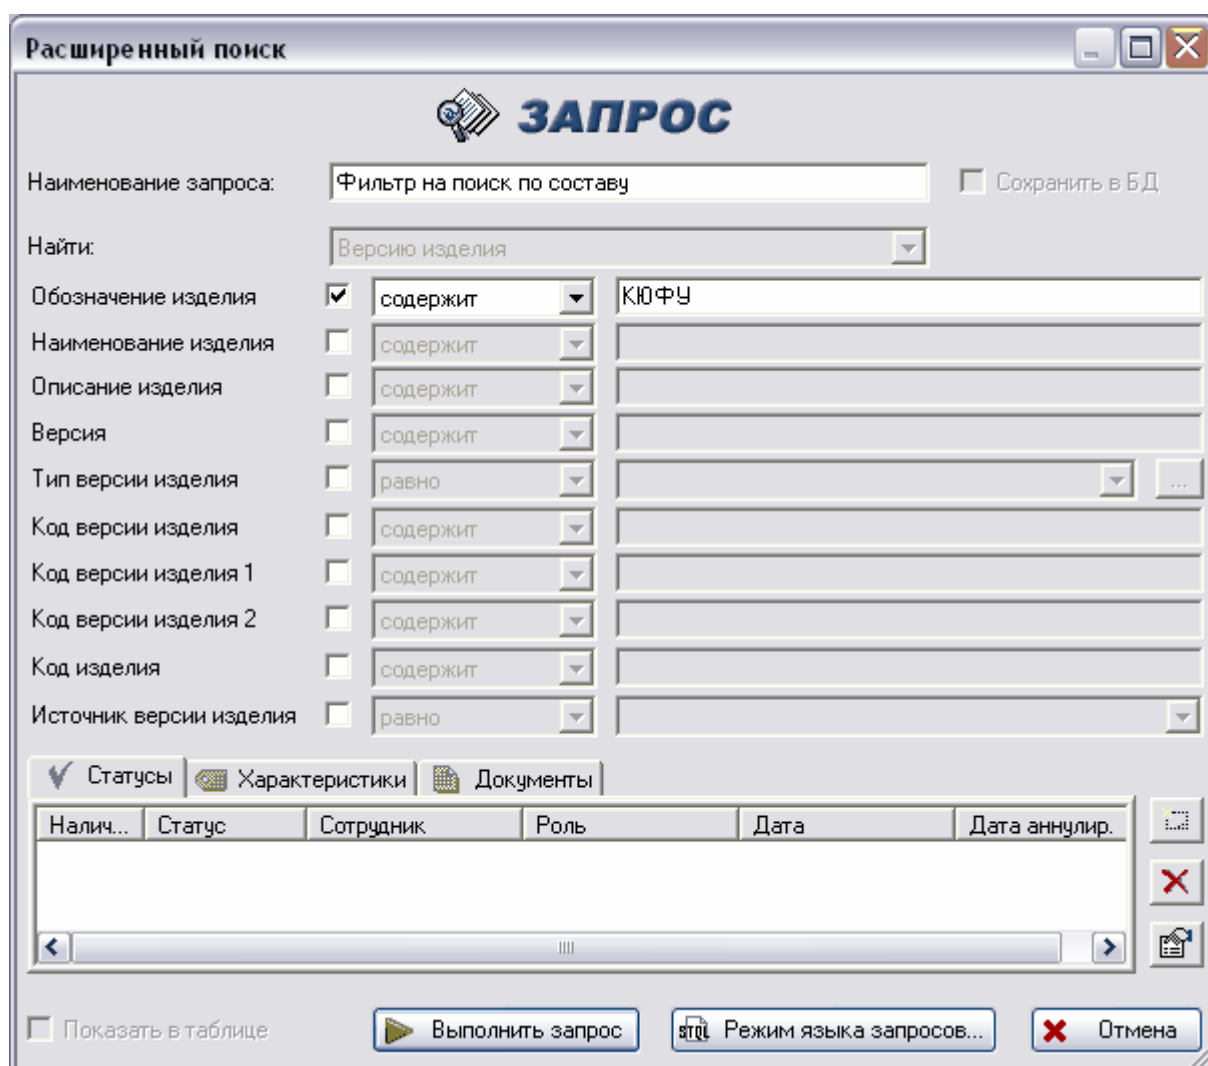

Рис. 87
2. В появившемся окне **Расширенный поиск** (Рис. 87) введите фильтр. Составление фильтра ничем не отличается от задания критериев поиска (составления запроса). Подробную информацию о составлении критериев поиска смотрите в разделе 16.